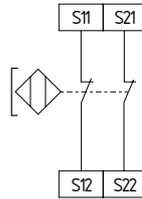

Abb. 5
- Abb. 5: Endlagenschalter links, partiell wirkend auf Abschaltenebene 1 (Sicherheitsfreigaben 13-14, 23-24)